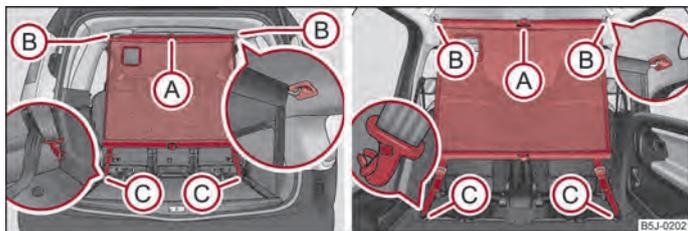

Fig. 48 Utilización de la red separadora estática detrás de los asientos traseros/detrás de los asientos delanteros.
- Montar la barra transversal en el alojamiento (B), primero en un lado, y presionar la barra transversal hacia delante. Sujetar de igual modo la barra transversal en el otro lado del vehículo, alojamiento (B) ⇒ fig. 48.
- Enganchar el gancho de mosquetón (C) de los extremos de la cuerda en las argollas de amarre detrás de los asientos posteriores.
- Soltar las cintas en ambos lados y desenganchar el gancho de mosquetón (C) ⇒ fig. 48.
- Sacar la barra transversal de los alojamientos (B).
- Presionar la tecla roja de la articulación (A) - así se soltará.
El montaje y desmontaje de la red separadora estática detrás de los asientos delanteros ⇒ fig. 48 lado derecho, se realiza de modo análogo al de los asientos posteriores. Para enganchar los ganchos de mosquetón deberán utilizarse las argollas detrás de los asientos delanteros. A fin de aumentar el volumen del maletero podrá desmontarse el asiento posterior.